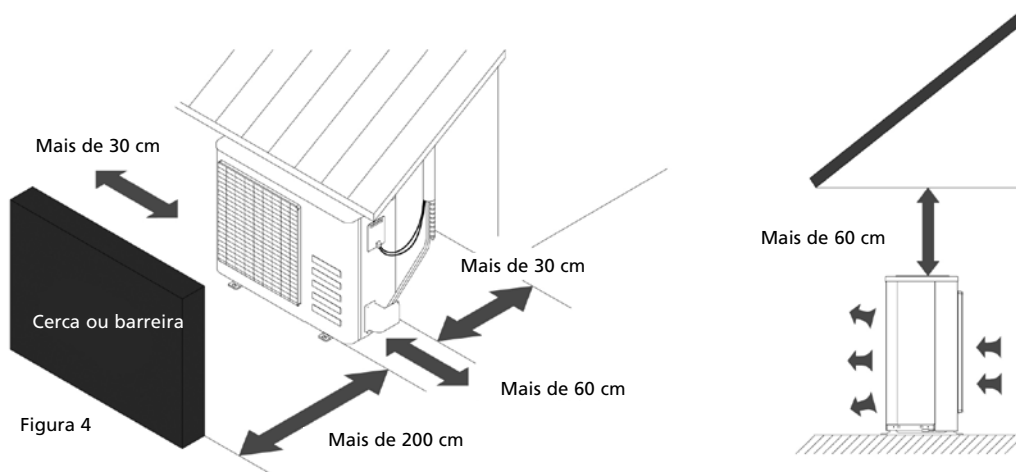

Figura 4
- Certifique-se de que a folga à volta da parte traseira da unidade é superior a 30 cm e o lado esquerdo é superior a 30 cm. A frente da unidade deve ter mais de 200 cm de folga e o lado da ligação (lado direito) deve ter mais de 60 cm de folga. Consulte a figura 4.